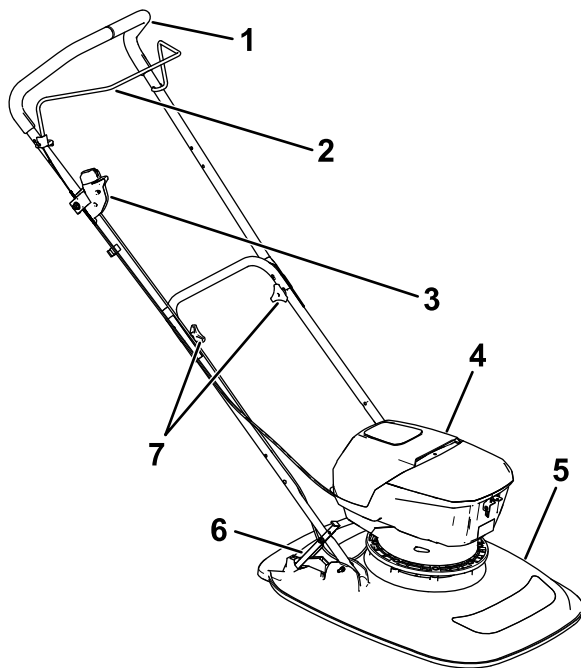

Figur 12
1. Monter den elektriske startkontakt på styrebøjlen som vist (Figur 12).